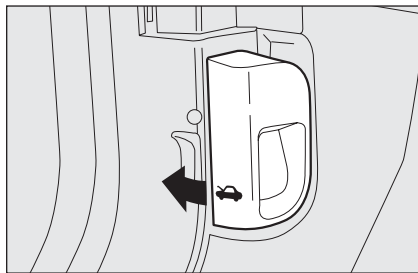

fig. 88
- tirare la leva **fig. 88** nel senso indicato dalla freccia;